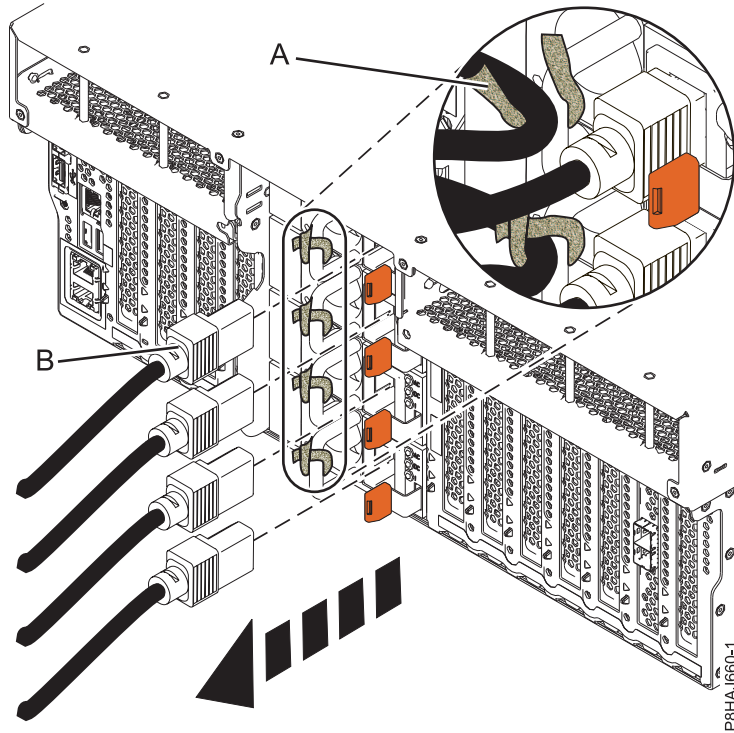
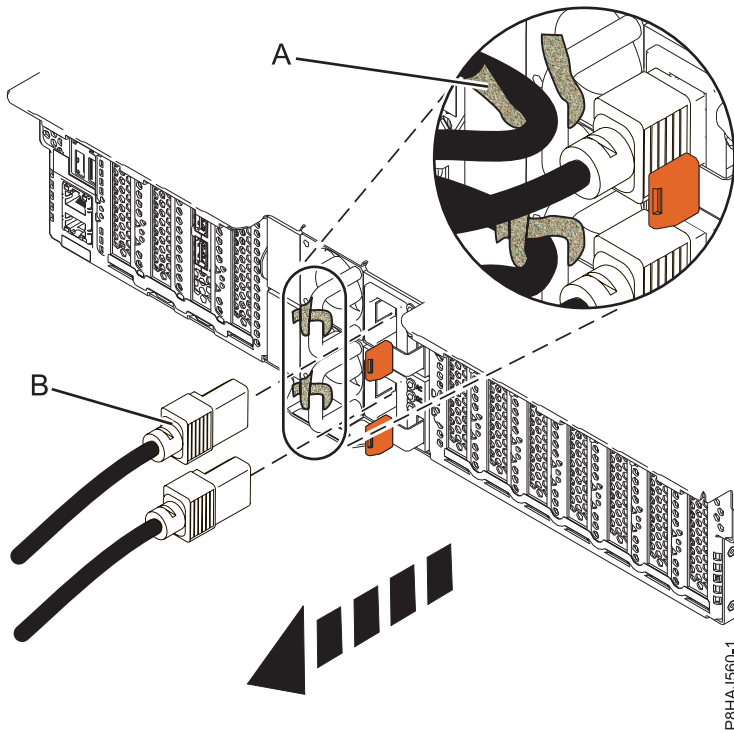
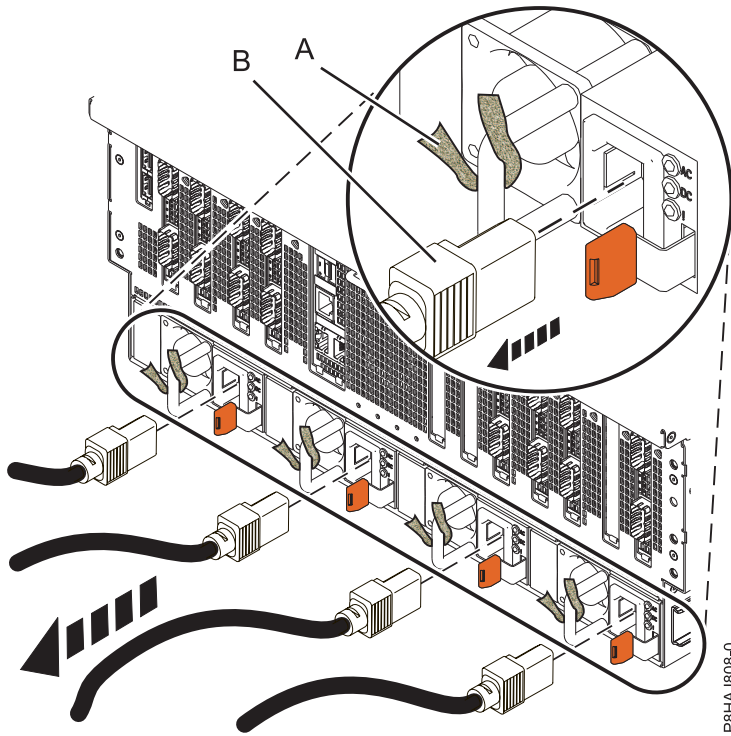

Figura 52. Extracción de los cables de alimentación de un sistema 8247-42L, 8286-41A o 8286-42A
Figura 53. Extracción de los cables de alimentación de un sistema 5148-21L, 5148-22L, 8247-21L, 8247-22L, 8284-21A o 8284-22A
Figura 54. Extracción de los cables de alimentación de un sistema 8408-44E o 8408-E8E
- Desconecte los cables de alimentación **(B)** de la unidad del sistema. Consulte la Figura 52 en la página 67, Figura 53 en la página 67 o Figura 54 en la página 68 según el tipo de sistema.